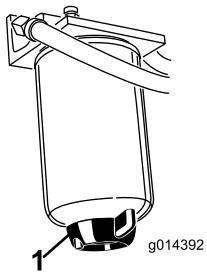

Рисунок 47
Ежедневно сливайте воду или другие загрязнения из водоотделителя (Рисунок 47). Через каждые 400 часов работы меняйте корпус фильтра.
- Ослабьте сливную пробку в днище корпуса фильтра (Рисунок 47).